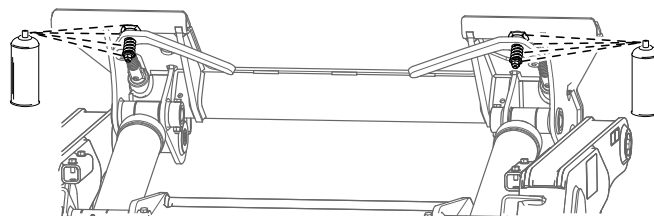

Рисунок 47
7. Смажьте быстроразъемные рычаги смазкой из распылителя (Рисунок 47).